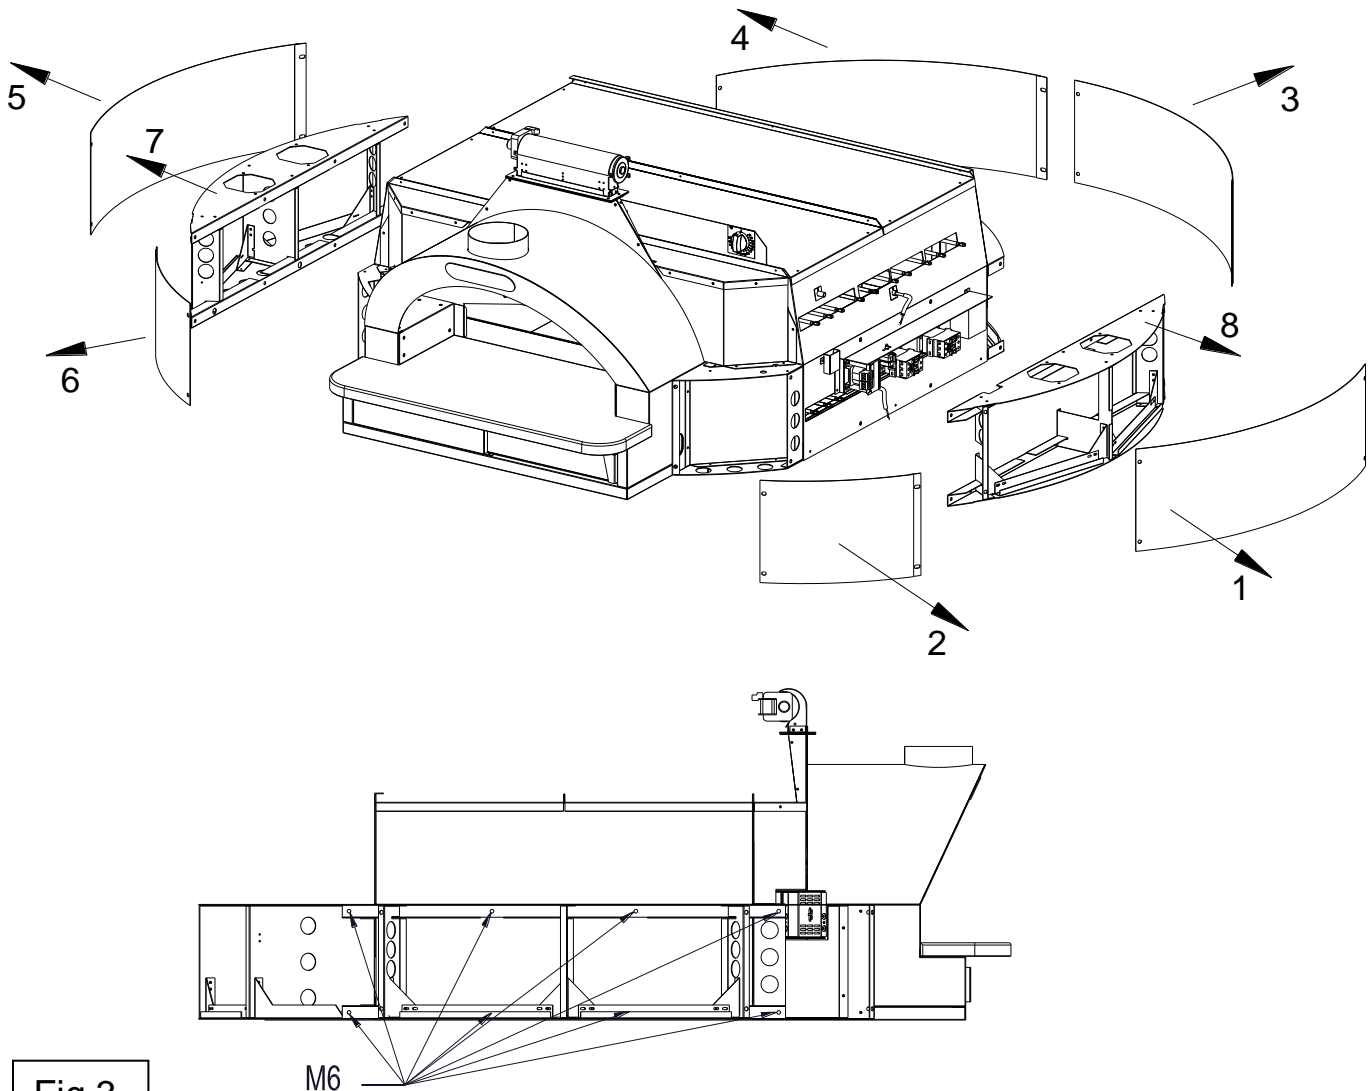

Fig.3
- 3- Rimuovere le fasce laterali e posteriori di chiusura semilune in sequenza 1-2-3-4-5-6 (Fig.3).
- 4- Rimuovere le semilune laterali sinistra e destra in sequenza 7-8 (Fig.3).